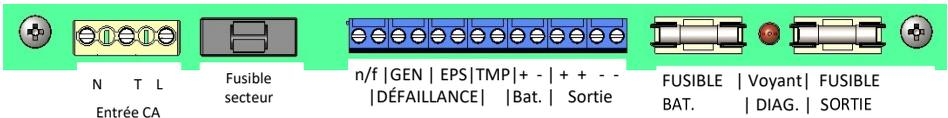

Figure 5 – Noms des bornes
- 14) Reliez le capteur de température des batteries (deux fils blancs) aux bornes TMP Sens de l'alimentation. Voir la figure 5.
- 15) Si les batteries sont installées dans leur propre boîtier, remplacez le câblage de raccordement (y compris le capteur de température des batteries) par le câblage fourni avec le boîtier des batteries, plus long . Rebranchez bien les batteries et leur capteur de température comme illustré dans la figure 5.